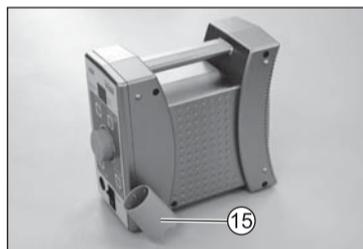

Fig. 6
Monte o Suporte da Peça de Mão ⑮ em um dos lados da unidade de controle. Ajuste o ângulo e aperte o parafuso. (Fig. 6)
*O suporte da peça de mão ⑮ pode ser montado em qualquer um dos lados da unidade de controle.